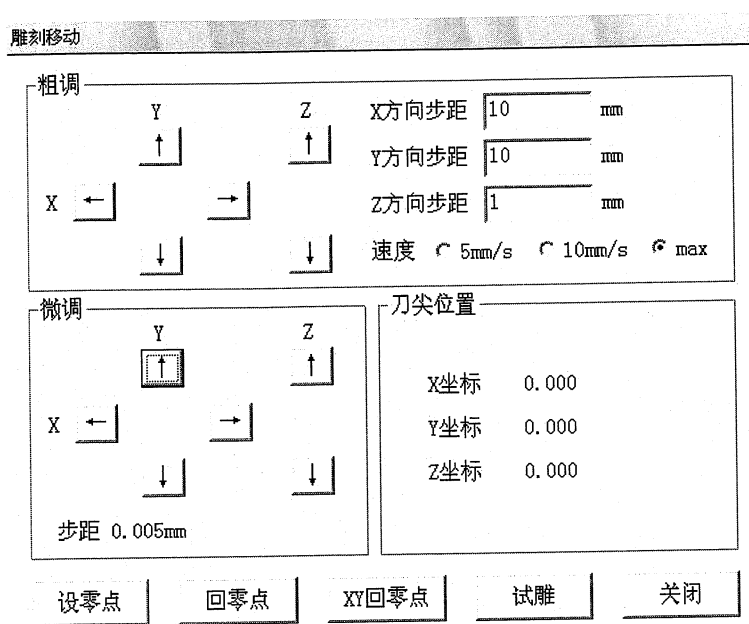

图 3-29 雕刻移动
(2) 钻孔按钮下方的“←”、“→”钮用于切换不同型号的钻头。
(3) 按下按“移动”进入如下图 3-29 对话框